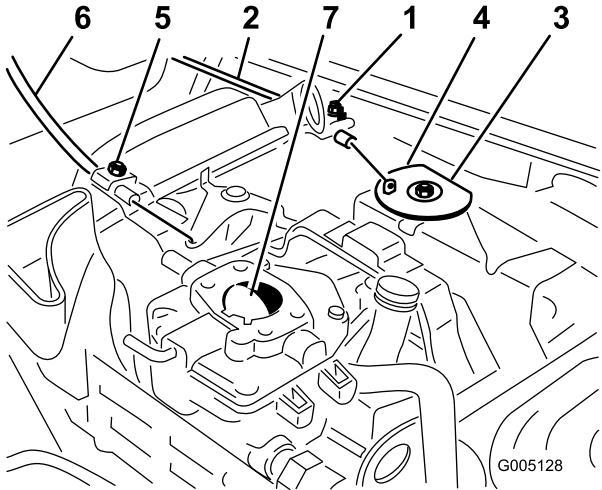

Figura 50
1. Afloje el tornillo de la abrazadera que fija el cable al motor (Figura 50).
3. Tire firmemente del cable del acelerador hasta que la parte trasera del pivot entre en contacto con el tope (Figura 50).
3. Tire firmemente del cable del estárter hasta que la palomilla esté cerrada del todo, luego apriete el tornillo de la abrazadera (Figura 50).